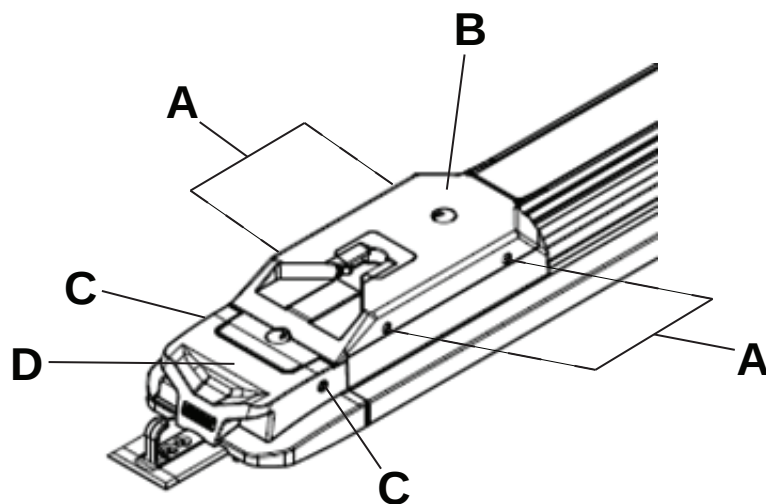

Figura 13 – Ansamblu capac capăt pentru picioare
9. Folosind o șurubelniță T27 Torx, scoateți cele patru șuruburi cu cap cu locaș hexagonal (A) care fixează ansamblul capacului capătului pentru picioare (B) la transfer (Figura 13). Păstrați șuruburile.
10. Folosind o șurubelniță T27 Torx, scoateți cele două șuruburi cu cap semirotund (C) care fixează ansamblul capacului capătului pentru picioare la ansamblul vârfului capătului pentru picioare (D) (Figura 13). Păstrați șuruburile.